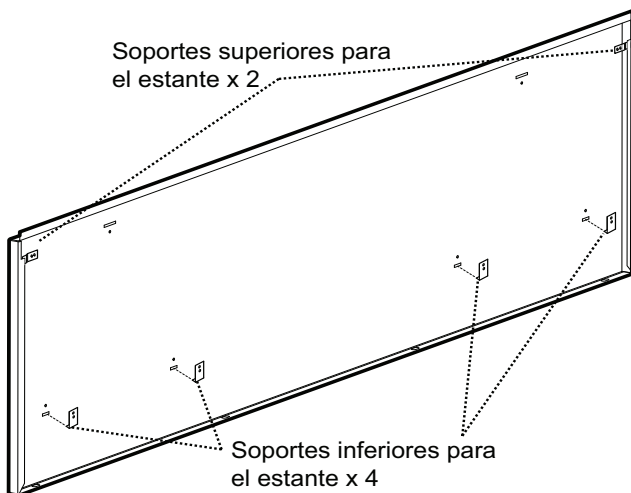

Figura 14: 48 pulg dorso de la placa mural
5. Instale la placa mural colocando las muescas de las esquinas (dorso de la placa mural) encima de los dos soportes superiores del estante. Deslice el accesorio del estante hacia arriba hasta que la parte inferior se enganche en los soportes inferiores (*Figura 14*).